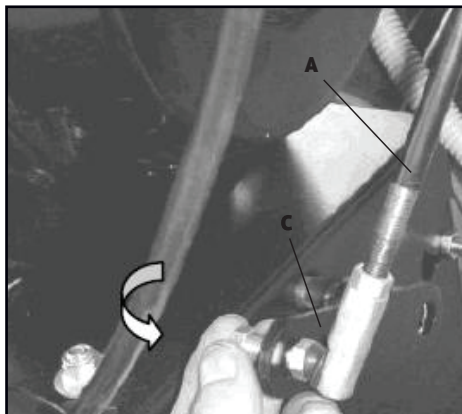

Рис. 4
- Соедините другую сторону штанги **А** с рычагом переключения передач **С** в нижней части машины (рис.4).